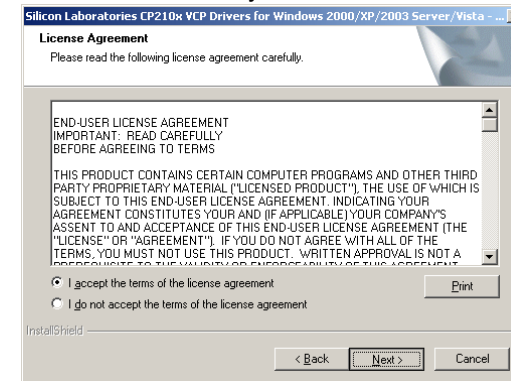

Рисунок 6.10
- на екрані з'явиться вікно (рисунок 6.10). Виконати встановлення, як показано на рисунку, і клацнути по кнопці **Next**;